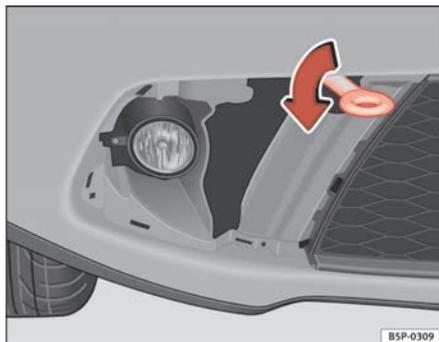

Fig. 206 Enroscar a argola de reboque
- Aparafuse a argolla até ao batente para a *esquerda*, no sentido indicado pela seta ⇒ fig. 206.